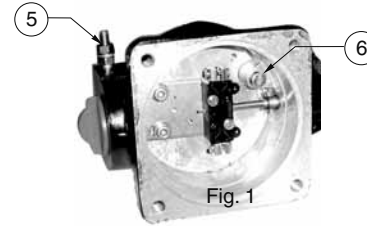

Fig. 1
Pozostawić wystarczająco dużo luzu pomiędzy wlotem kabla a stykami, aby uniknąć nadmiernego napięcia przewodów. Złożyć dławik kablowy i nacisnąć elastomerową uszczelkę dociskową, aby dokładnie dopasowała się wokół kabla. Zamontować ponownie pokrywę (2) i jej uszczelkę (4), dokręcając 4 śruby (3) z odpowiednim momentem obrotowym [4 Nm]. Przełącznik jest wyposażony w zacisk wewnętrzny i zewnętrzny do podłączenia przewodu uzziemienia (5) i (6) (rys. 1). Dławik kablowy z atestem ATEX-IECEx i zaciskiem może być dostarczony w przypadku: